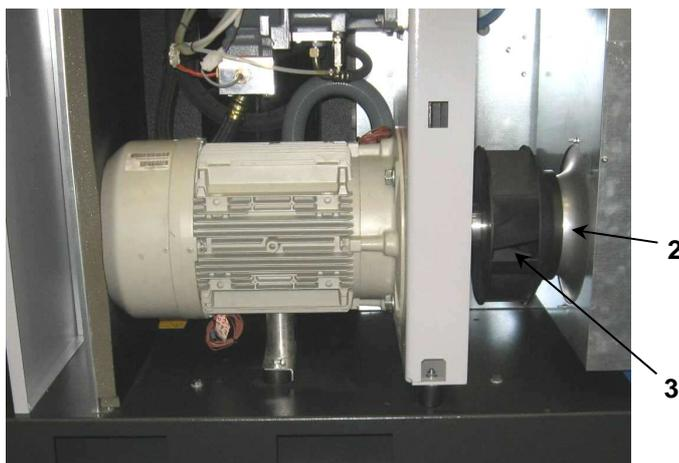

FIG. 31
25.1 SMONTAGGIO VENTOLA DI RAFFREDDAMENTO (Fig. 31)